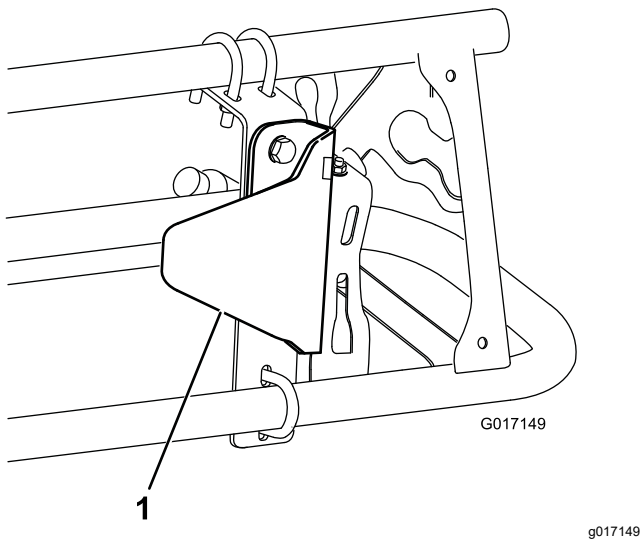

图 17
2. 如**图 17**所示用 2 个螺栓 $\frac{5}{16} \times \frac{3}{4}$ 英寸和 2 个凸缘螺母 $\frac{5}{16}$ 英寸将传感器保护支架安装到安装支架上。